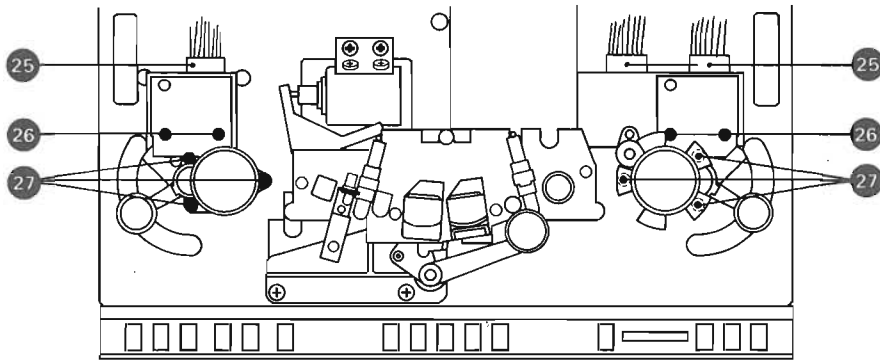

Fig. 3.7.-1
- 2 Schrauben (26) (Fig. 3.7. - 1) lösen.
- Remove 2 screws (26) (fig. 3.7. - 1).
- Dévisser les 2 vis (26) (Fig. 3.7. - 1).